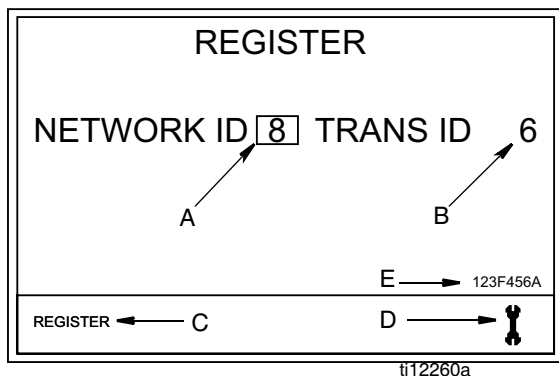

FIG. 5
4. Utilizzare il pulsante centrale ENTER sul tastierino del misuratore per selezionare l'opzione REGISTER. Viene visualizzata la schermata del registro in FIG. 5.
1. Questa schermata mostra il NETWORK ID (A) e il TRANS(ceiver) ID (B) (FIG. 5) attualmente assegnati al misuratore.
2. Se gli ID di entrambi i campi sono corretti e non è necessario apportare modifiche, utilizzare le FRECCHE SINISTRA e DESTRA per spostare il cursore su REGISTER (C). Premere il pulsante centrale ENTER sul tastierino del misuratore. Il misuratore ritorna alla schermata iniziale.